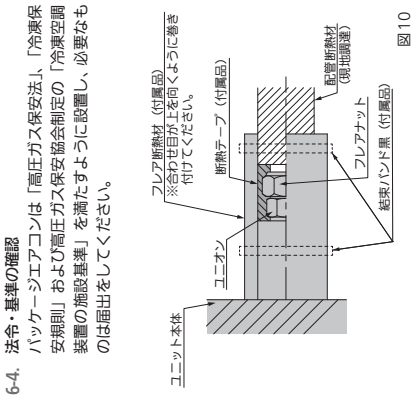

図10
- 図10に従って液管・ガス管とも、断熱してください。フレアナット部に断熱テープ(付属品)を巻き付け、さらに配管接続部にはフレア断熱材(付属品)を巻き付け、結束バンド黒(附属品)で締め付けてください。(断熱をしないと結露して水漏れの原因になります)